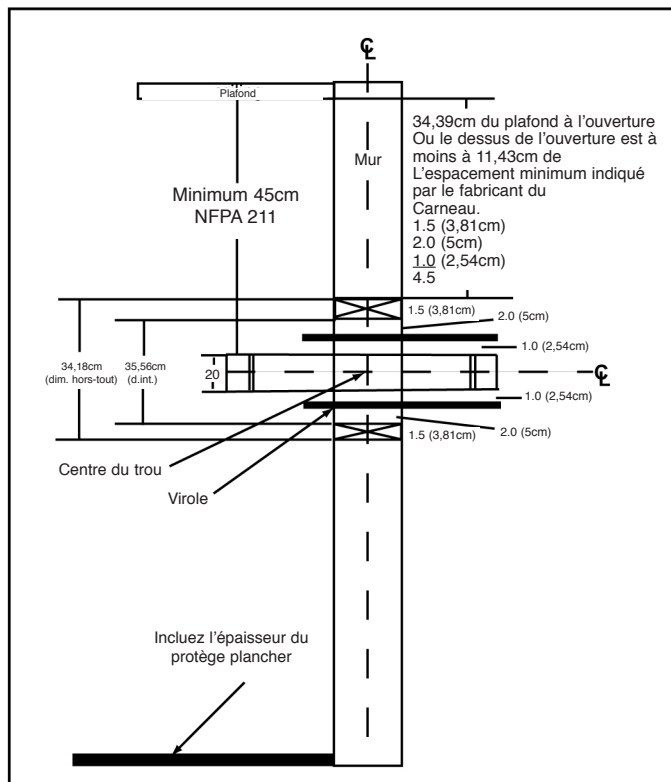

Figure 6.1
- L'ouverture du haut du mur est au moins à 3,81cm du plafond ou 11,43cm au-dessous de l'espacement indiqué par le fabricant du carneau. L'espacement vertical minimal (NFPA 211) est de 45,72cm entre le carneau et le plafond. Il y a aussi l'espacement minimal recommandé par le fabricant du carneau. (Voir figure 6.1).
1. Faites une ouverture dans le mur à la hauteur appropriée afin de mettre le carneau dans la cheminée en maçonnerie. (Voir figure 6.1).
3. Fabriquez un cadre de 43,18cm par 43,18cm avec des montants 2 x 2 (5cm x 5cm) pour l'ouverture du mur. L'ouverture intérieure du cadre ne doit pas être inférieure à 35,56 cm x 35,56cm. (Voir figure 6.1).